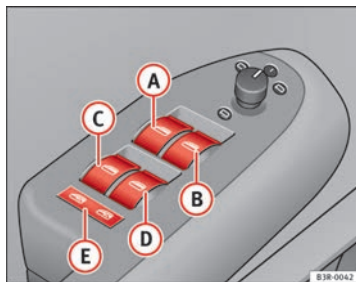

Abb. 79 Ausschnitt aus Fahrertür: Bedienelemente
- Ⓐ Schalter → Abb. 79 für das Fenster in der Fahrertür
Mit dem Sicherheitstaster ⇒ Abb. 79 **E** können die Schalter an den hinteren Türen außer Betrieb gesetzt werden. Nur wenn der Schalter hineingedrückt ist, lassen sich die Fenster von den Fondsitzen aus öffnen oder schließen.